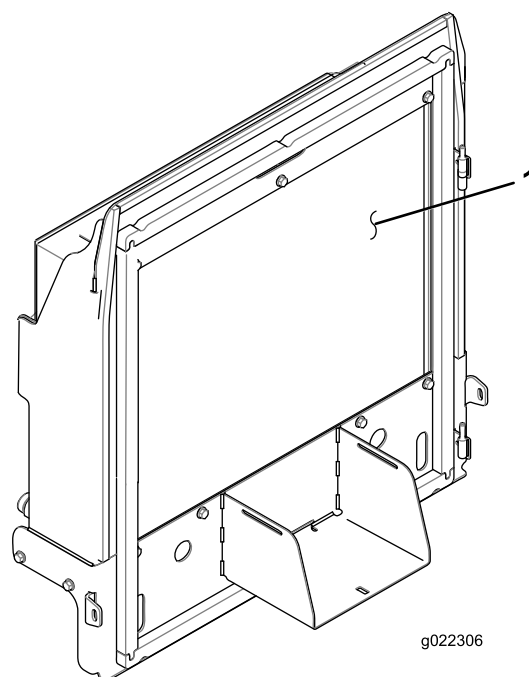

Figura 71
4. Pulite accuratamente entrambi i lati del radiatore e del refrigeratore dell'olio (Figura 71) utilizzando aria compressa.